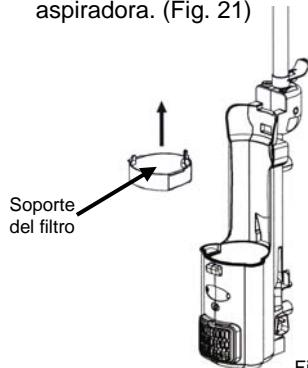

Fig. 21
- Sostenga el soporte de los filtros y levántelo para quitarlo de la aspiradora. (Fig. 21)